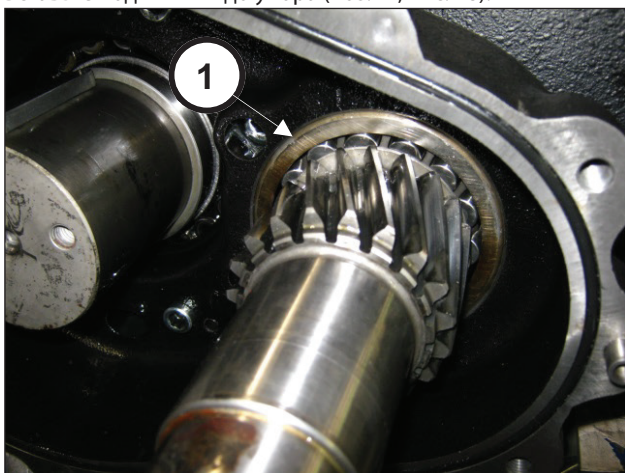

Рис. 78
Вставьте подшипник до упора (поз. ①, Рис. 78).